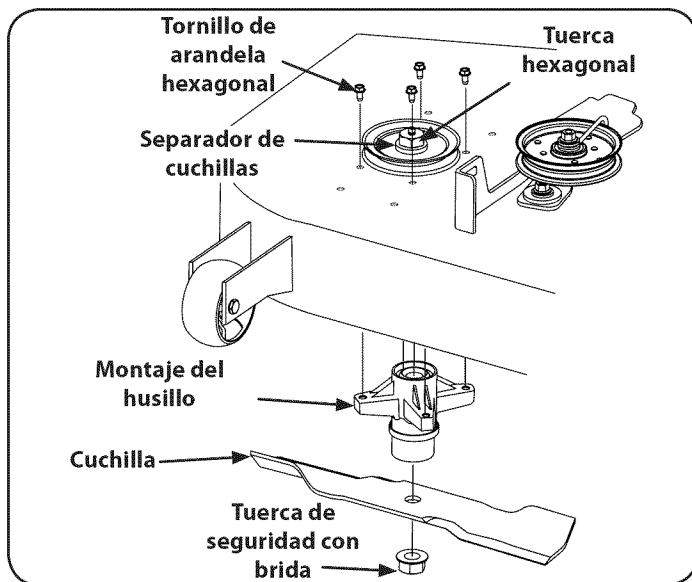

Figura 41
6. Con una llave de cubo o trinquete saque las cuatro tuercas hexagonales y los cuatro tornillos de cabeza hexagonal. Saque el conjunto del husillo. Vea la Figura 41.